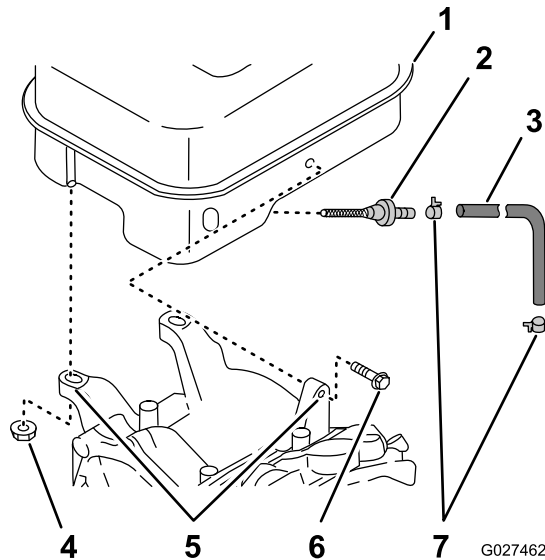
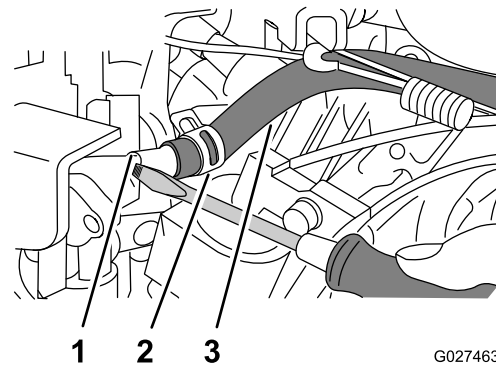
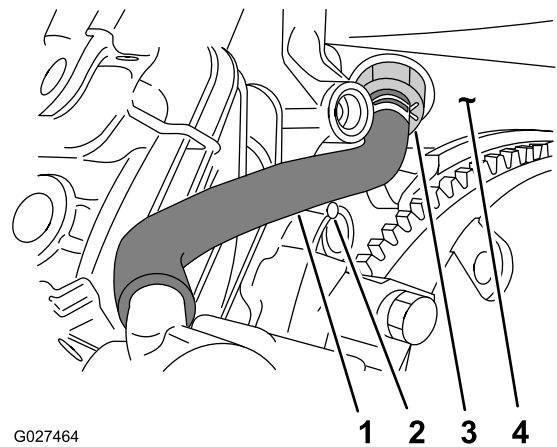

Figure 71
Figure 72
Figure 73
5. Retirez les 2 boulons (6 x 25 mm) et les 2 écrous (8 mm) qui fixent le réservoir de carburant sur ses supports (Figure 71).
6. Desserrez le collier et débranchez le flexible de carburant du raccord sur le carburateur (Figure 72).
7. Retirez le réservoir de carburant du carter moteur (Figure 71 et Figure 73).
1. Desserrez le collier et débranchez le flexible de carburant du raccord sur le filtre à carburant (Figure 71).
2. Tournez le filtre à carburant dans le sens antihoraire et déposez-le du réservoir de carburant (Figure 71).
4. Vissez le filtre à carburant dans le réservoir de carburant (Figure 71).
6. Placez le flexible de carburant que vous avez débranché à l'opération 1 en face du raccord du filtre à carburant (Figure 71 et Figure 73).
7. Fixez le flexible au raccord du filtre au moyen du collier (Figure 71 et Figure 73).
2. Placez le réservoir de carburant en face de ses supports sur le moteur (Figure 71).
3. Placez le flexible de carburant que vous avez débranché à l'opération 6 de Dépose du réservoir de carburant \(page 62\) en face du raccord sur le carburateur (Figure 72 et Figure 73).
4. Fixez le flexible au raccord du carburateur au moyen du collier (Figure 72).
5. Montez le réservoir sur ses supports sur le moteur au moyen des 2 boulons (6 x 25 mm) et 2 écrous (8 mm) (Figure 71).